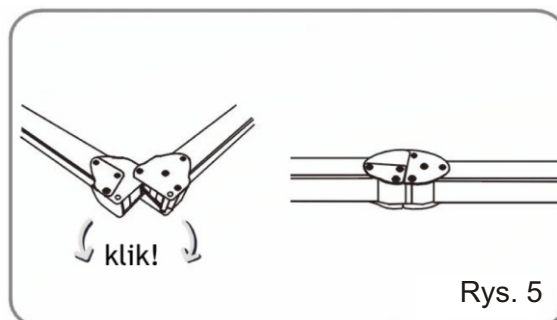

Rys. 3
1. Wyjmij ramę z walizki i umieść ją na płaskiej powierzchni. Najpierw rozłóż jej dłuższe odcinki (Rys. 3 + 4).